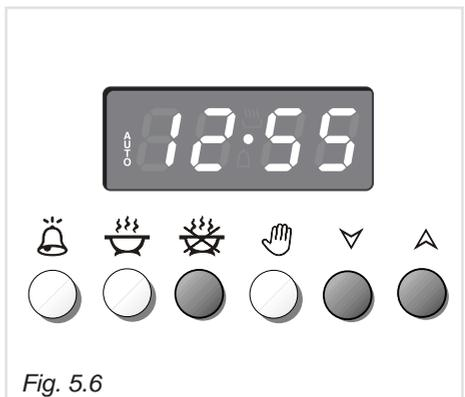

Fig. 5.6
2. Déterminer l'heure d'arrêt de la cuisson en pressant le poussoir  (ceci fait paraître le temps de cuisson déjà sommé à l'heure de la montre) et le poussoir  (fig. 5.6); si l'heure a été dépassée, reculer en pressant le poussoir .